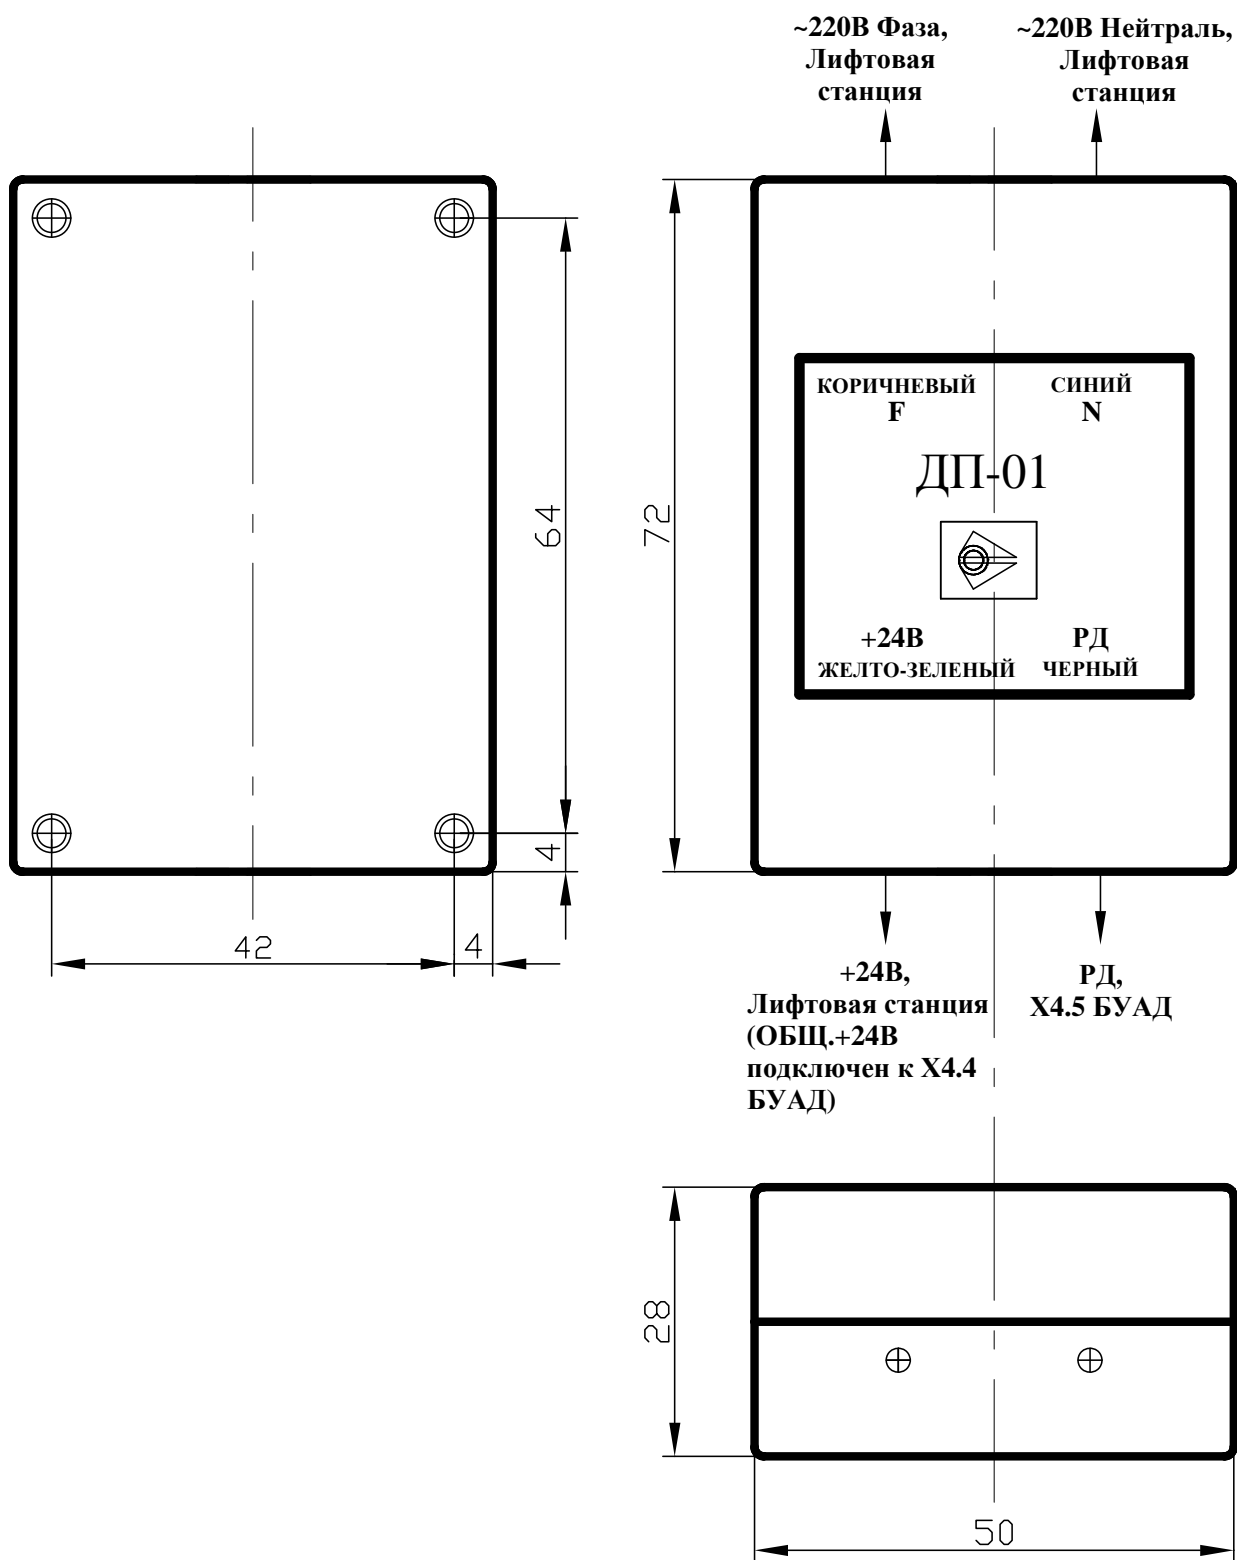
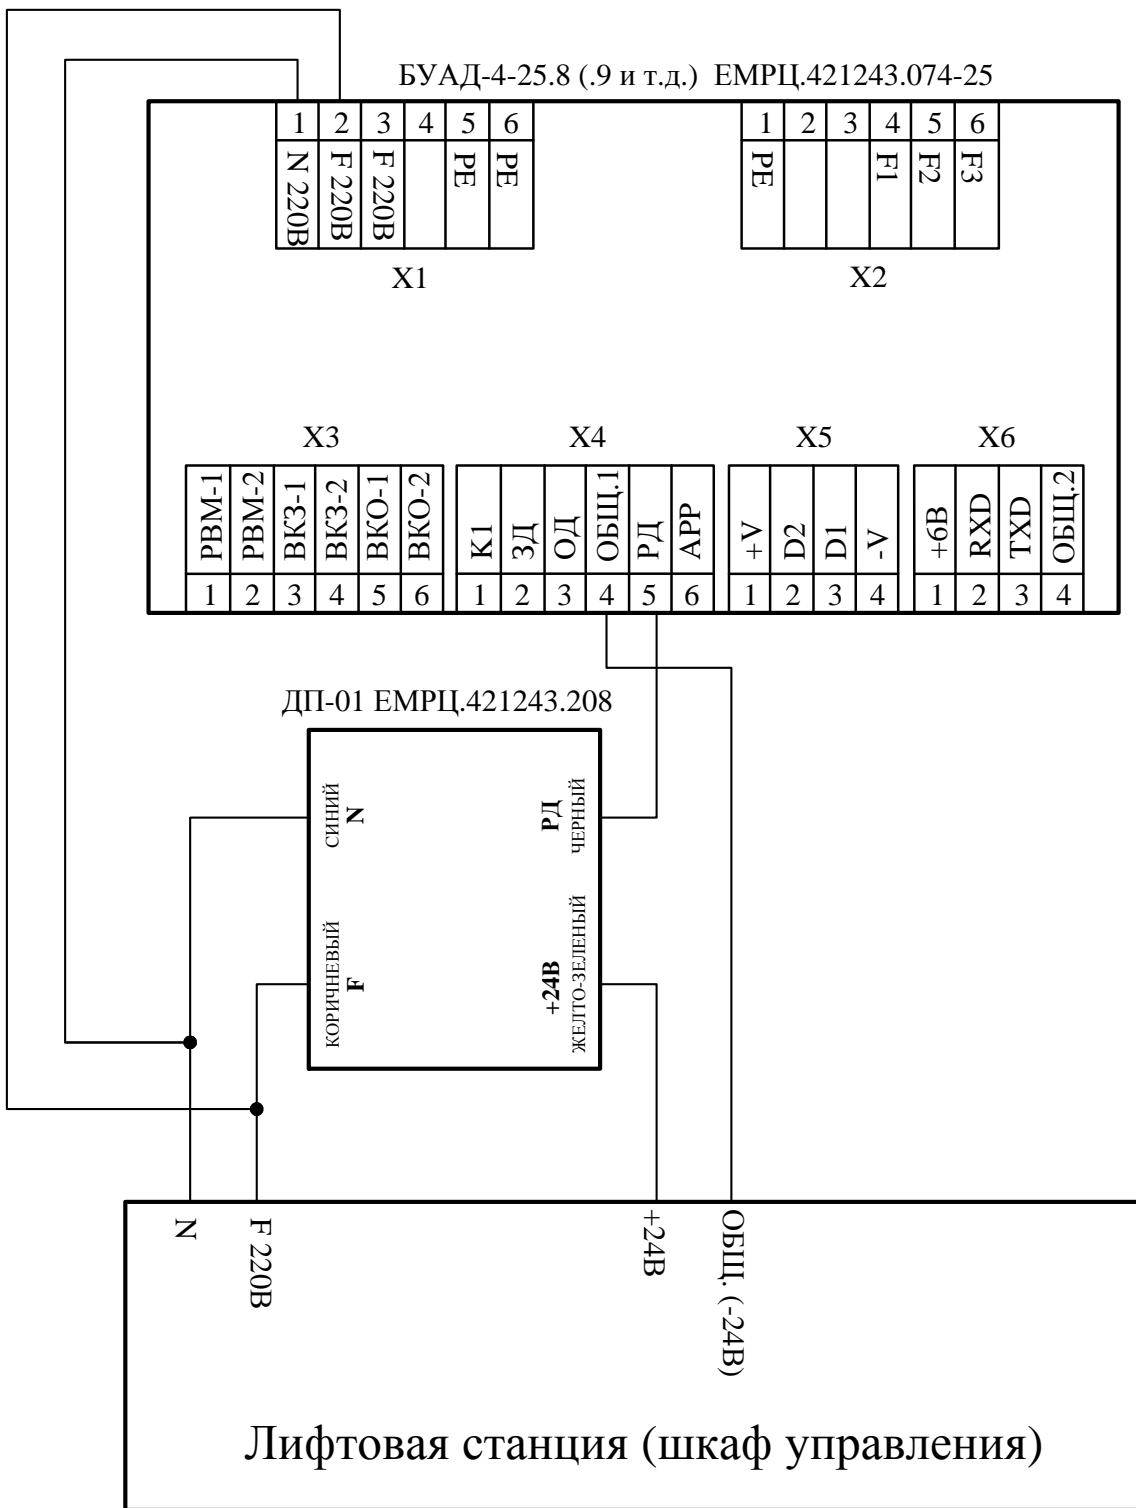

Рис.1. Габаритно-присоединительные размеры дополнительного внешнего датчика питания ~220В ДП-01.
Рис.2. Схема соединения дополнительного внешнего датчика питания ~220В ДП-01 с Устройством и лифтовой станцией (шкафом управления).
- $Sw_{br}=2$ – режим включен и используется внешний *датчик питания* ~220В ДП-01, который присоединяется к разъему X4 и входу РД (рис.1, рис.2).
Габаритно-присоединительные размеры внешнего *датчика питания* ~220В ДП-01 и схема его соединения с *Устройством* и *Лифтовой станцией* (шкафом управления) показаны на (рис.1, рис.2).